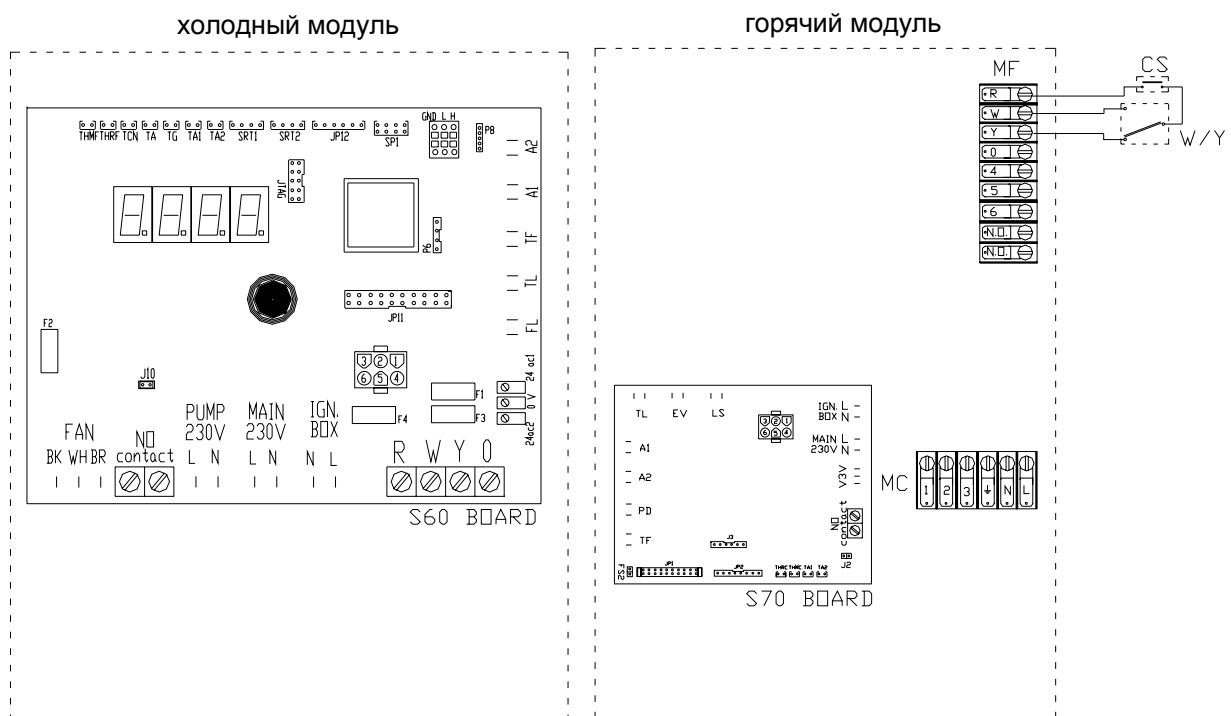

Рисунок 42 - "AYF/2": пример электрического соединения разрешающего контура
Для выполнения соединения аппарата "AYF/2" действовать следующим образом (пример Рисунок 42):
2. Подготовить кабель, подходящий для данного соединения (смотри Рисунок 42).
3. Найти зажимы разрешающего контура (R,W,Y,0) на вертикальной зажимной коробке (MF) и выполнить соединения между контрольным выключателем (CS), переключателем "горячий/холодный контур" (W/Y) и зажимами **R**, **W** и **Y** как показано на Рисунок 42.